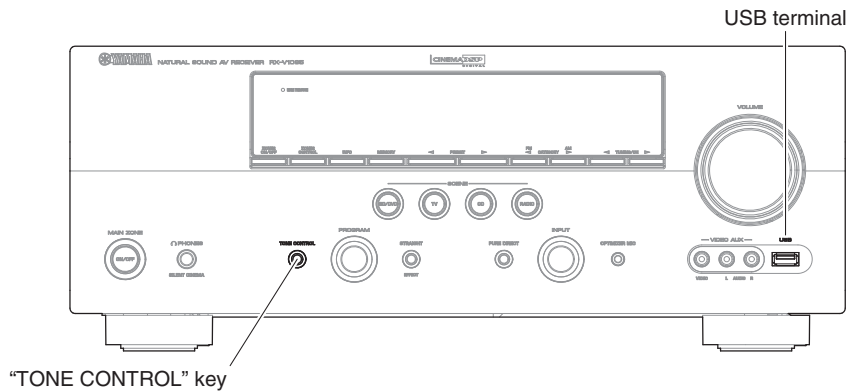

Fig. 2
1. Insert the USB storage device to the USB terminal of this unit. (Fig. 2)
2. While pressing the "TONE CONTROL" key of this unit, connect the power cable to the AC outlet. (Fig. 2)
1. 本機のUSB端子にUSBフラッシュメモリーを差し込みます。(Fig. 2)
2. 本機の "TONE CONTROL" キーを押しながら、電源コードをACコンセントに接続します。(Fig. 2)